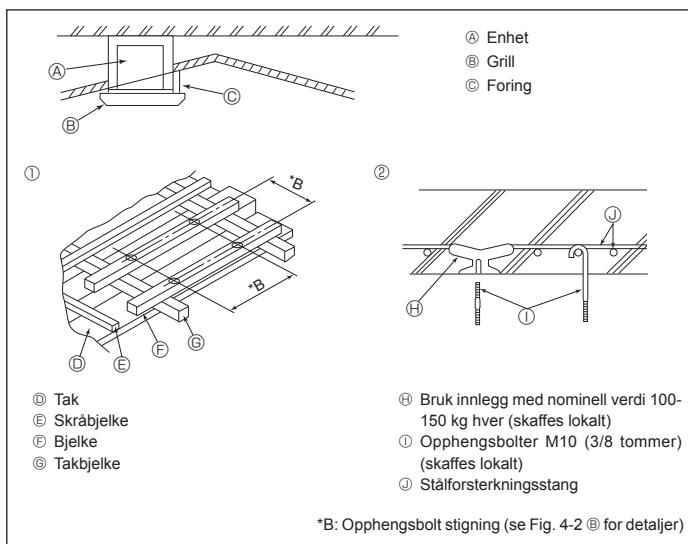

Fig. 4-4
4.4. Opphangsstruktur (bygg en sterk struktur på opphangsstedet) (Fig. 4-4)